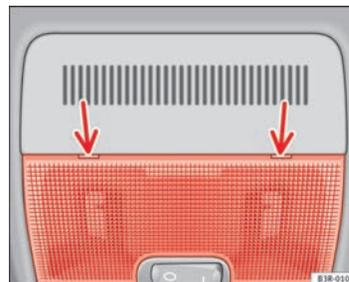

Fig. 82 Detalle del revestimiento del techo: Punto de aplicación del destornillador
- Coloque con cuidado la parte plana de un destornillador en la parte trasera del cristal de la lámpara → fig. 82.